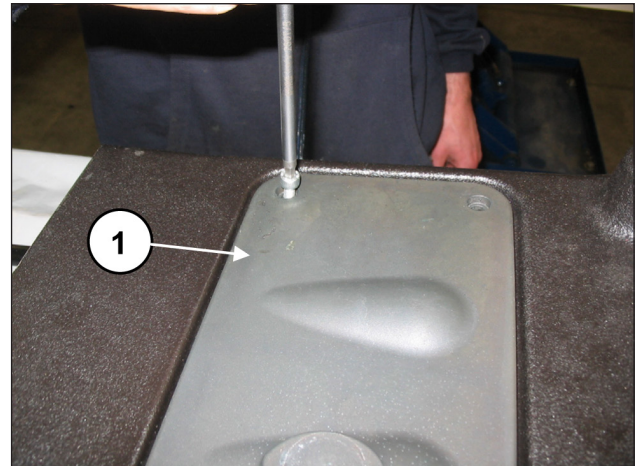
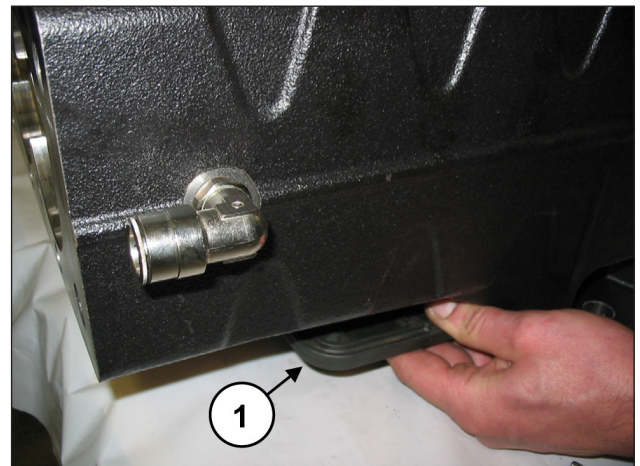

Abb. 120
Abb. 121
Demontieren Sie den oberen Inspektionsdeckel (Pos. ①, Abb. 120) und den unteren Inspektionsdeckel (Pos. ①, Abb. 121) durch Abdrehen der 4+4 Befestigungsschrauben. Ziehen Sie die O-Ringe ab und ersetzen Sie diese bei Bedarf.